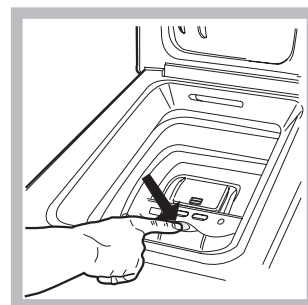

Abb. 2
Drücken Sie mit einem Finger leicht auf die auf der Abb. 2 ersichtliche Taste; die Trommel öffnet sich ganz sanft.
E) Endposition der Trommel (Abb. 2):